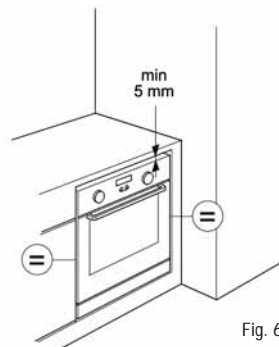

Fig. 6
- Pour les fours installés sous un plan de travail, un espace de 5 mm au moins est requis entre le bord supérieur du four et le bord inférieur du plan de travail (fig. 6). **Veillez à ne jamais obstruer cet espace pour ne pas nuire au bon fonctionnement de l'appareil.**